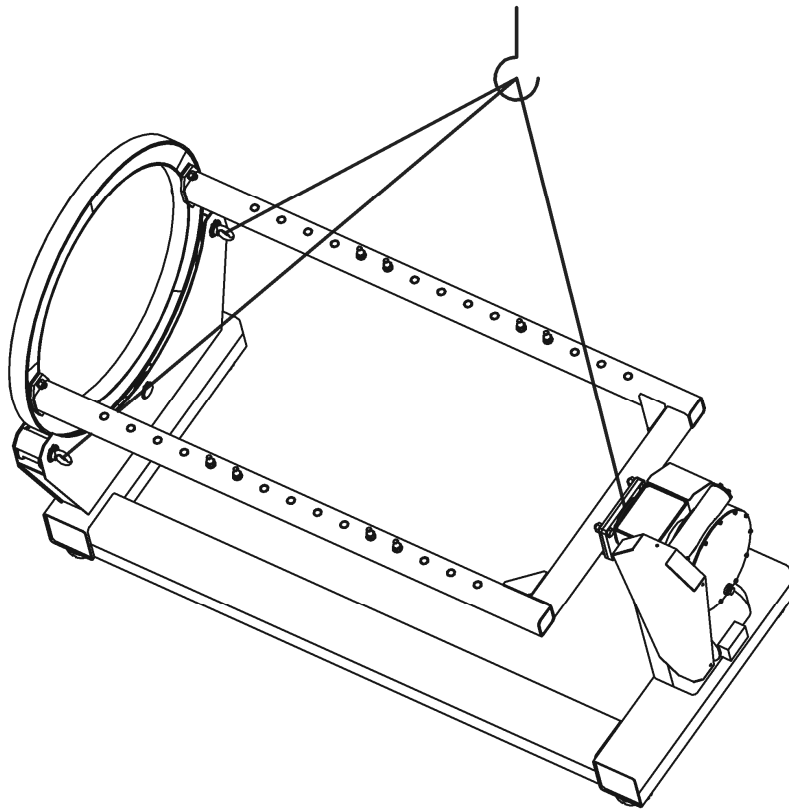

Рис. 4 Схема строповки стенда
10.6. Схема строповки станда приведена на рис. 4.